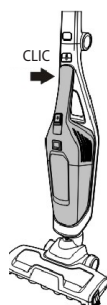

Fig. 2
3. Si la poignée est pliée, la déplier jusqu'à ce qu'elle s'enclenche (Fig. 2).